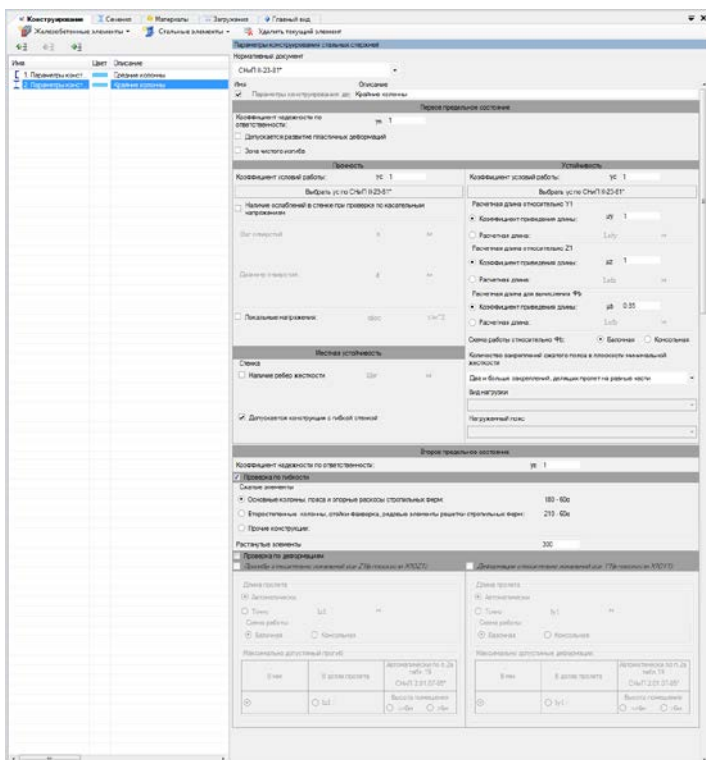

Рис. 152. Редактор параметров конструирования для крайних колонн
- В разделе **Первое предельное состояние** задайте (рис. 152); коэффициент надежности по ответственности $\gamma_n = 1$; коэффициент условий работы по прочности $\gamma_c = 1$; коэффициент условий работы по устойчивости $\gamma_{cs} = 1$;